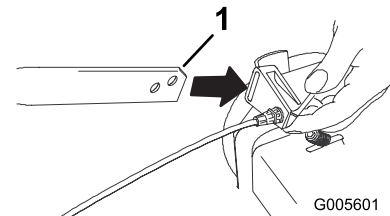

Figura 3
1. Coloque el anclaje del cable sobre el extremo izquierdo del manillar inferior (Figura 3).